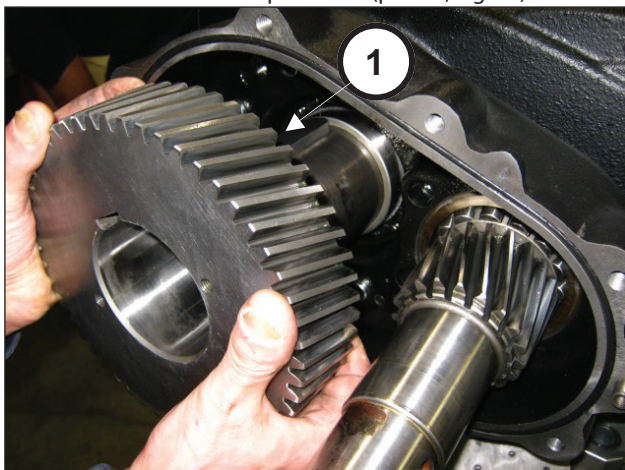
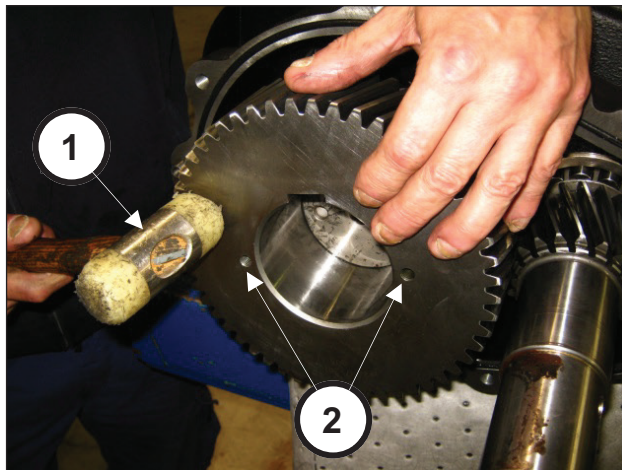

Fig. 79
Fig. 80
Introducir la corona en el eje (pos. ①, Fig. 79) a fondo utilizando un extractor de percusión (pos. ①, Fig. 80).
Montar la corona de modo que los dos orificios M8 utilizados para la extracción estén orientados hacia la parte externa de la bomba (pos. ②, Fig. 80).